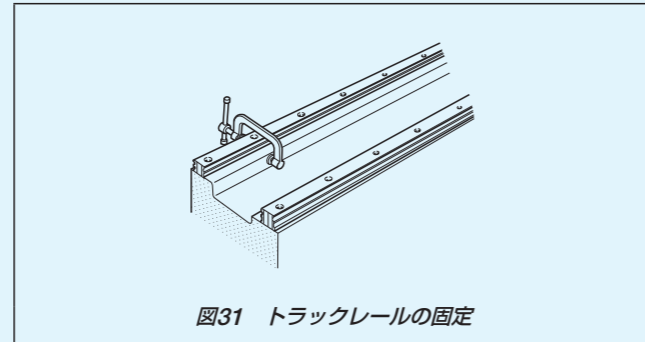

図31 トラックレールの固定
- ・小形のバイスなどを使用してトラックレールの取付基準面をベッドの取付基準面に密着させ、同じ位置にある固定ボルトを締め付けます。片端よりこの方法を繰り返して、順次トラックレールを固定します。(図31参照)